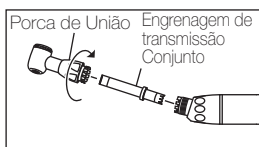

Fig. 6
- 2) Puxe o conjunto de engrenagem de transmissão da cabeça. (Fig. 6)